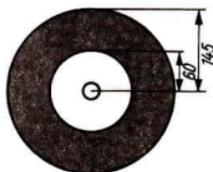

Bild 16
- 2.44 Bei einer großen Schallplatte (33 min^{-1}) hat das Rillenfeld die im Bild 16 gegebenen Abmessungen. Auf die Strecke von einem Millimeter in radialer Richtung kommen 10 Durchgänge der spiralförmig angeordneten Rille. Berechnen Sie 1. die Spieldauer der Schallplatte, 2. den Bereich, in dem die Abtastgeschwindigkeit während des Abspielens der Schallplatte variiert, 3. die Länge der Rille.